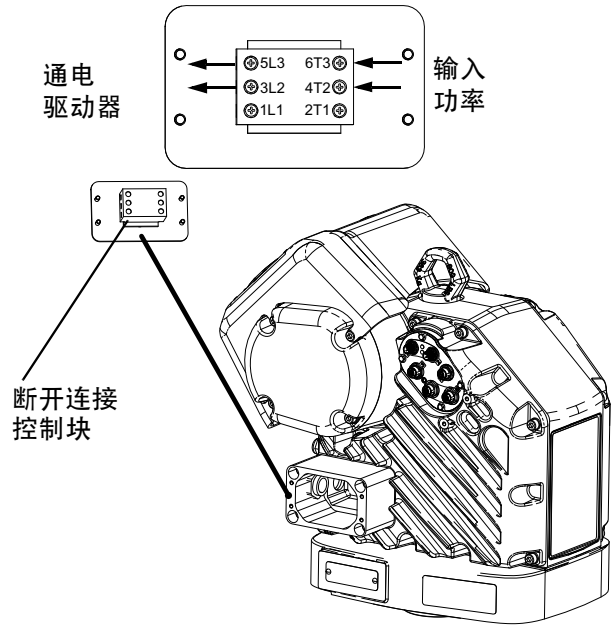

图 5：接线端子连接
**注意：**在接线盒内，将连接至驱动器的电源线连接至隔断块上的端子 3L2 和 5L3。有关端子位置，请参考图 5。
4. 请参考图 5 并将电源线连接到端子 4T2 和 6T3。每条电源线都可以连接到任意一个端口。